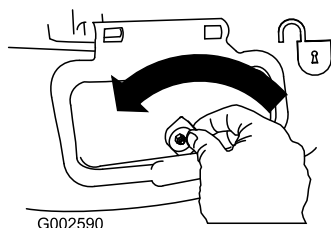

Рисунок 30
1. Разблокируйте боковую выпускную дверцу (Рисунок 30).